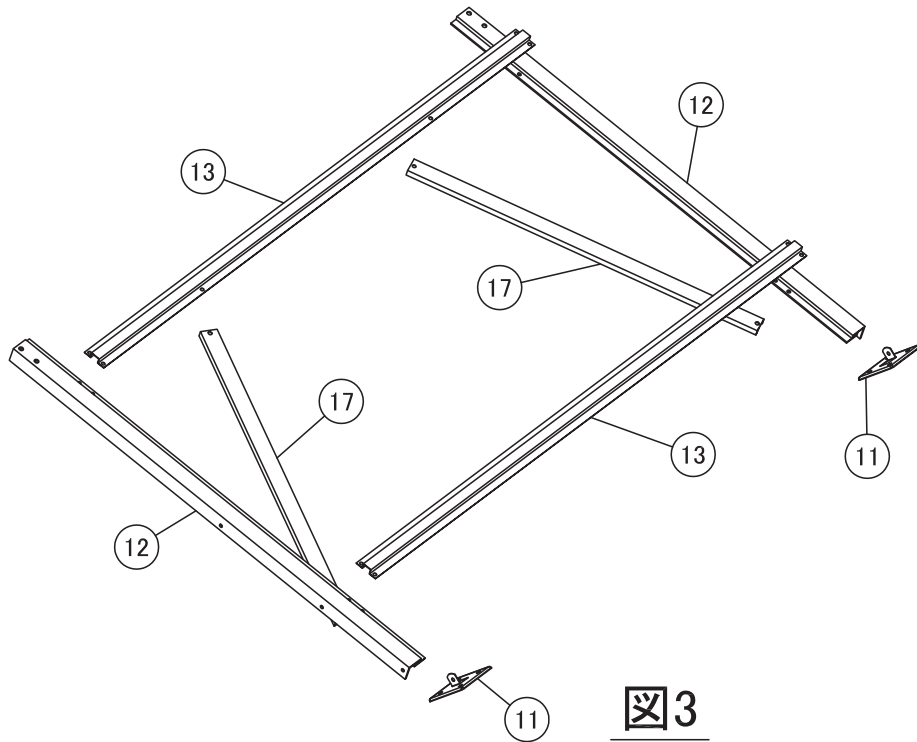
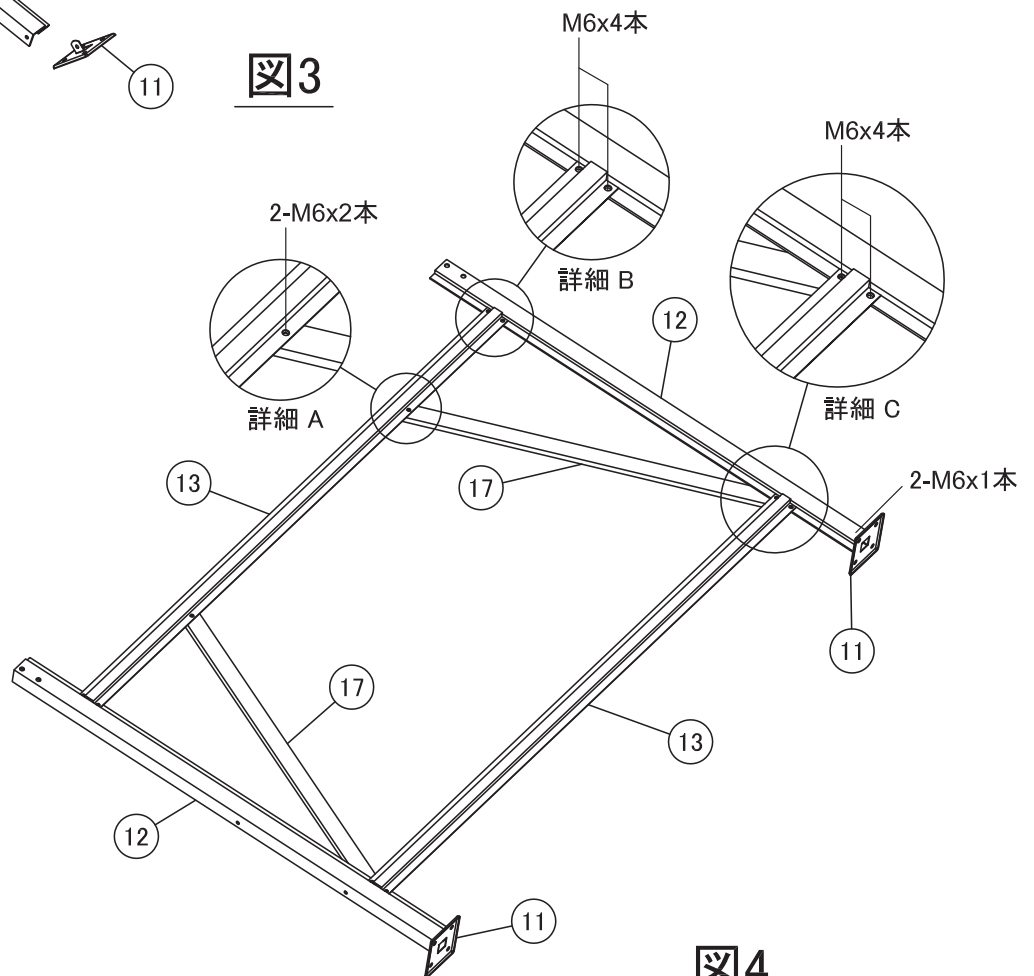

図3
図4
(2) バックフレームの組立
- 先ず、図3の部品をそろえフレーム⑬とベースプレート⑪を取り付け、次にバックジョイントバーを取り付けます。ここで反転してバックサポート⑰を取付けます。完成図が図4となります。